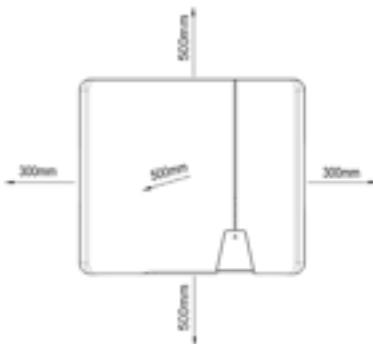

Abb. 3.1: Gerät bei Außeninstallation
- HINWEIS:** Die Mindestabstände zwischen zwei Geräten bzw. dem Gerät und der Decke bzw. dem Boden sind in der Zeichnung Abb. 3.1 angegeben.